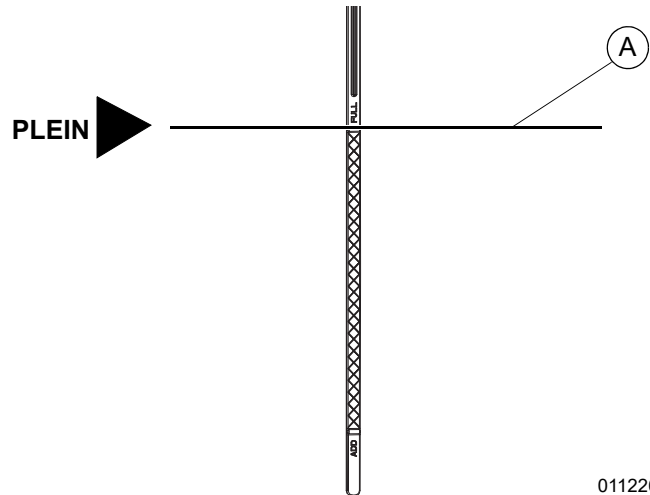

Figure 5-8. Repère FULL de la jauge d'huile
7. Voir Figure 5-8. Vérifier que l'huile est au niveau du repère FULL (PLEIN) (A). Compléter le niveau d'huile s'il y a lieu.